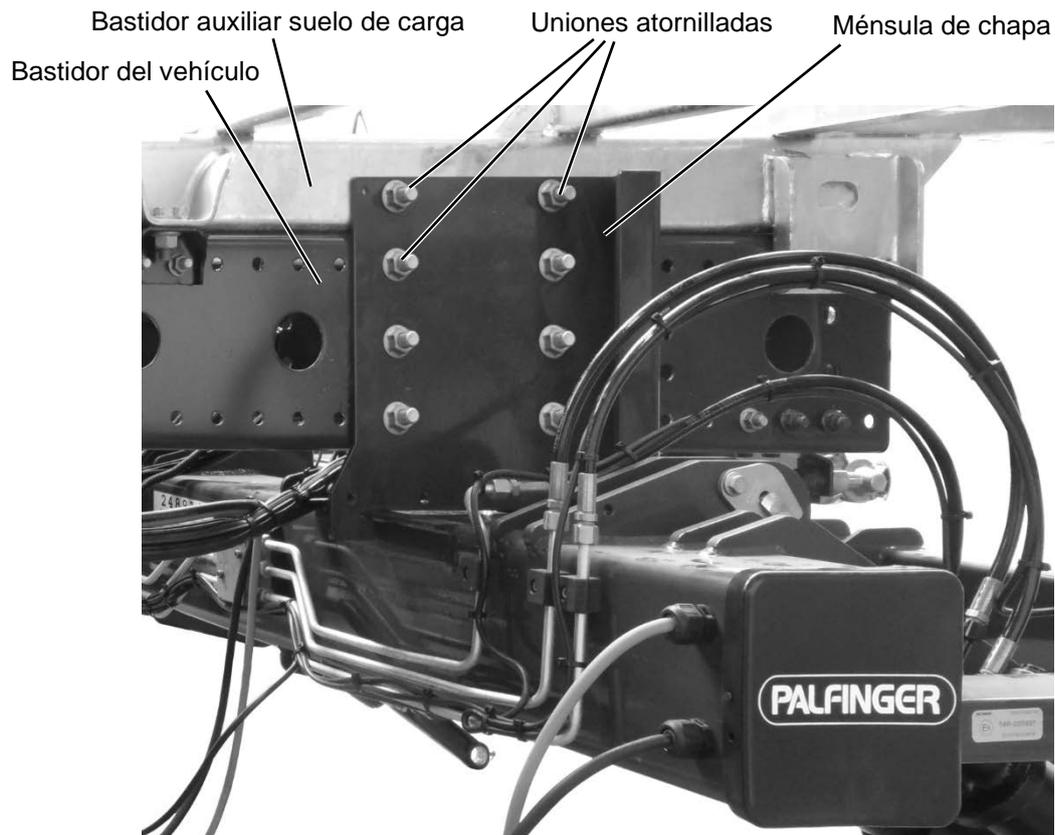

Figura 21: Atornillar ménsula de chapa
En Figura 21, página 44 se muestra un ejemplo de una posible disposición de los pernos de una ménsula de chapa.
- ▶ Atornille las ménsulas de chapa al bastidor del vehículo (véase Figura 21, página 44). Tenga en cuenta los pares de apriete en la tabla de la página 42.